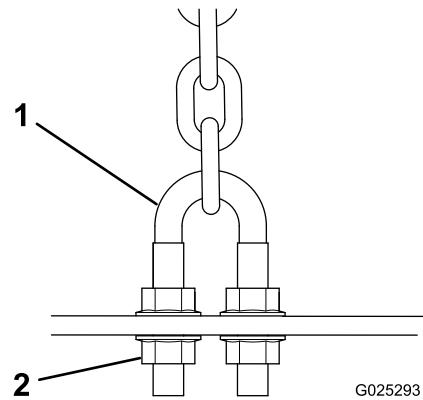
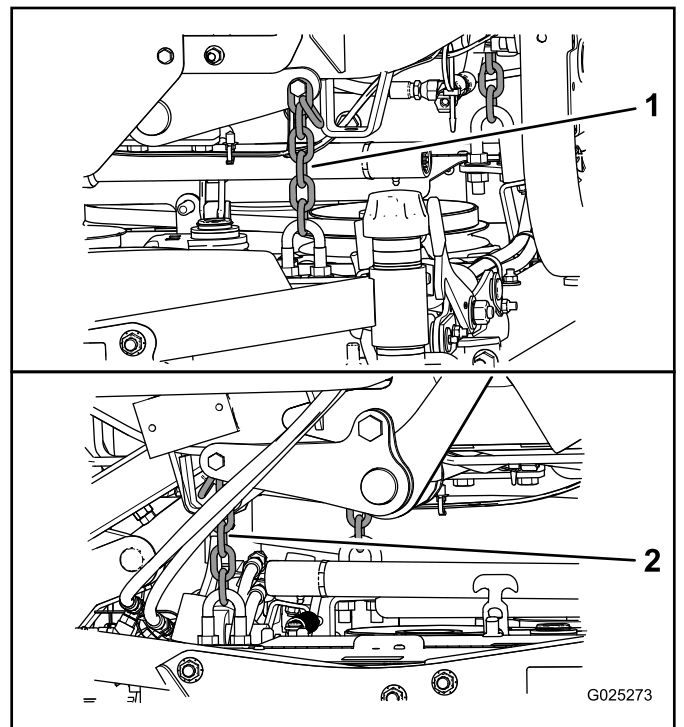

Figura 13
Figura 14
7. Ajuste las contratuercas de las abrazaderas (Figura 13) que sujetan las cadenas traseras de la carcasa (Figura 14) a la carcasa de corte, para elevar la parte trasera de la segadora hasta que la inclinación de las cuchillas sea de 8 a 11 mm.
8. Ajuste las contratuercas que fijan las cadenas a la carcasa de corte hasta que la carcasa de corte quede nivelada (Figura 14).